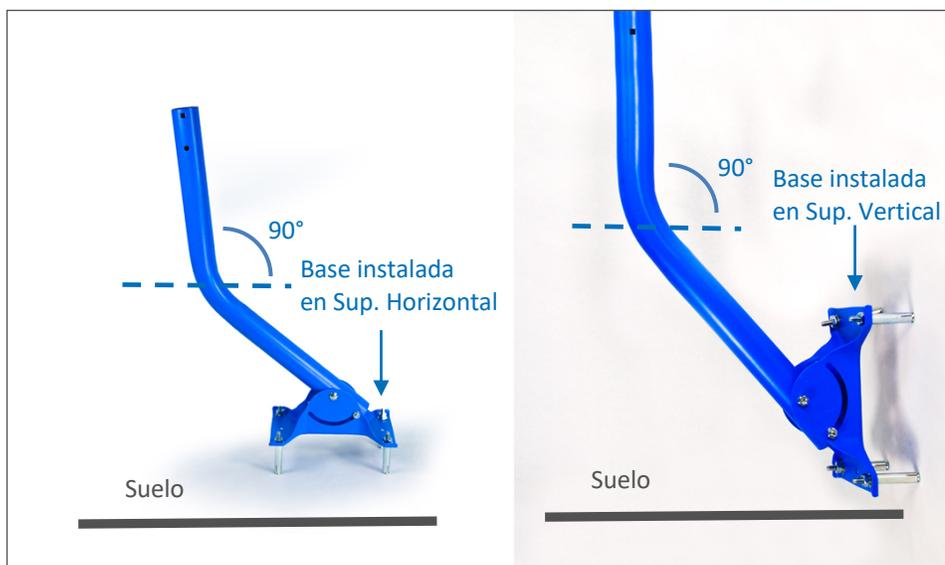

Imagen 18. Ajuste Final del Mástil.
El mástil debe tener un ángulo de 90 grados con respecto al suelo, aclarando que el suelo no siempre estará paralelo a la superficie donde se instaló la base de la antenna, ya que la misma puede ser instalada tanto en un techo como en una pared. Ver ejemplos en la Imagen 18.
La Imagen 18 muestra dos (2) ejemplos, uno donde la base de la antena está instalada en una superficie horizontal (Izquierda) y la otra donde la base está instalada en una superficie vertical (Derecha). En ambos ejemplos se puede notar que el mástil mantiene un ángulo de 90 grados con respecto al suelo.